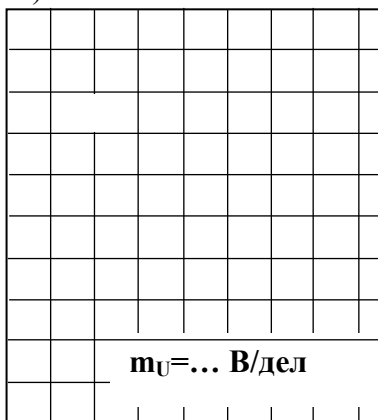
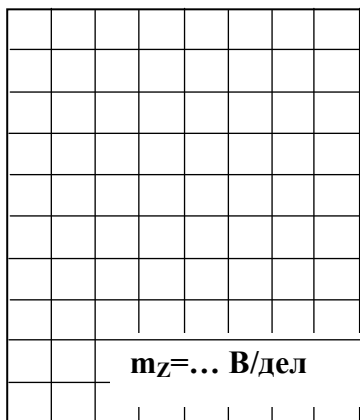

Рисунок 8
Рисунок 9
1.3. Выберите масштабы и постройте векторную диаграмму напряжений (рис. 8) и треугольник сопротивлений (рис.9).